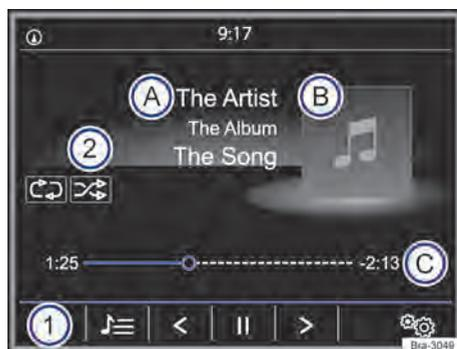

Fig. 149 Menu principal MEDIA.
– Pressionar o botão do rádio  para abrir o menu principal MEDIA → Fig. 149.
As fontes de mídia que são reproduzidas atualmente são exibidas na superfície de função na parte inferior esquerda → Fig. 149 ①.
- **OU**: no menu principal *MEDIA* tocar na superfície de função → Fig. 149 ① e selecionar a fonte de mídia desejada.